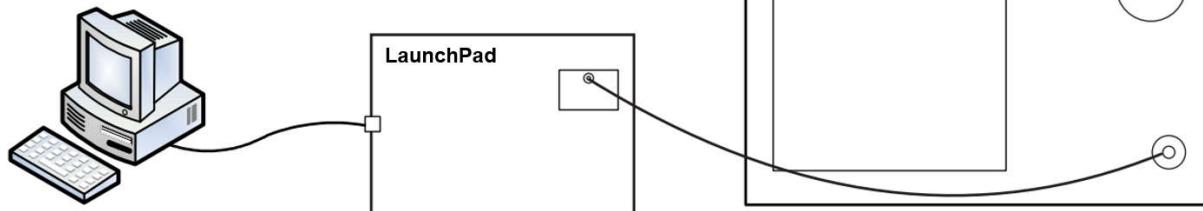
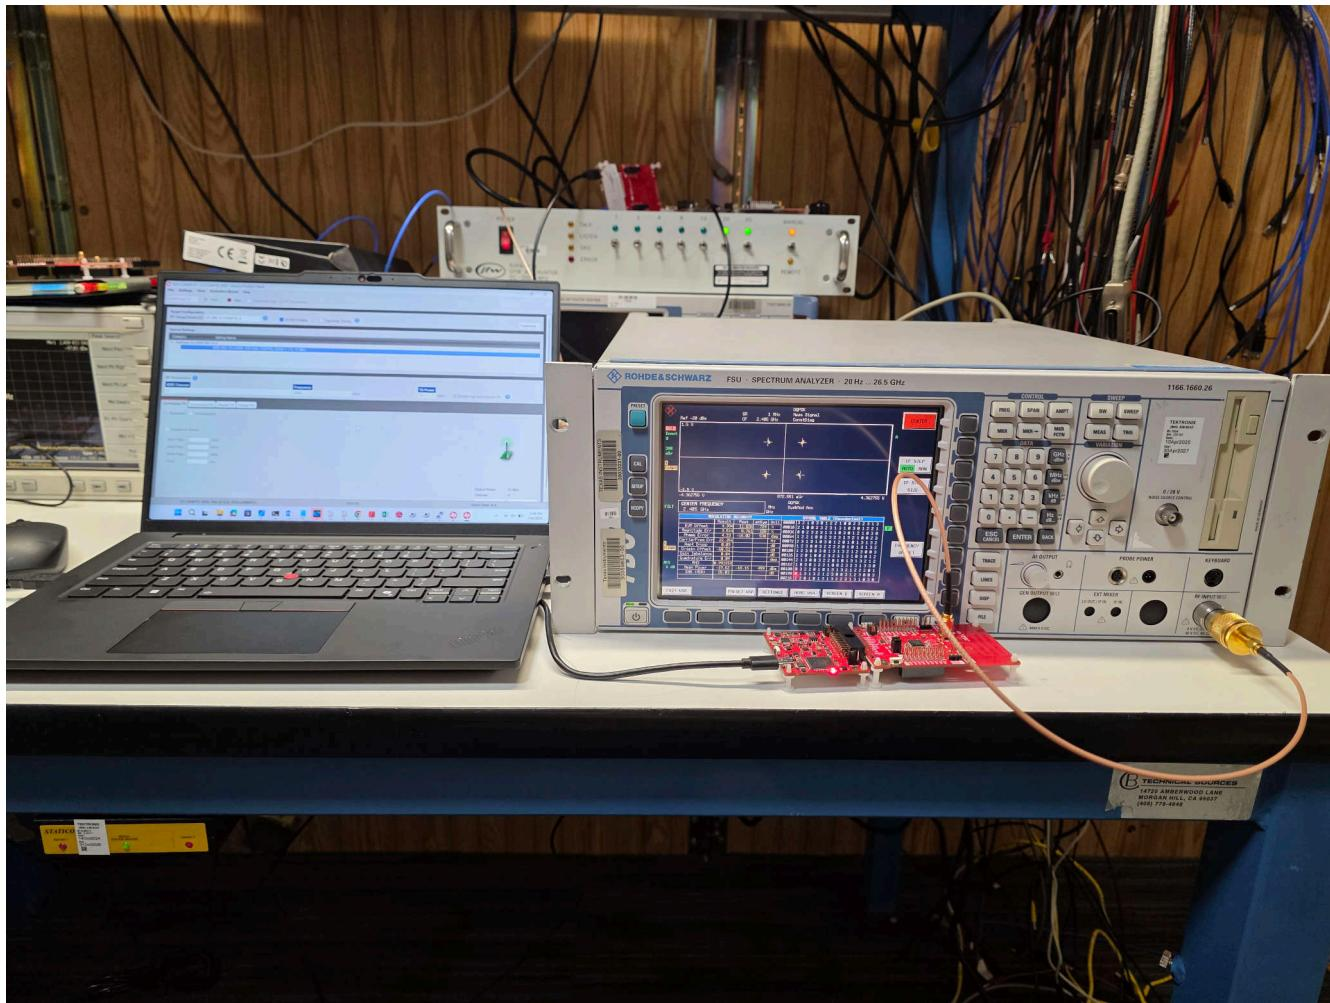
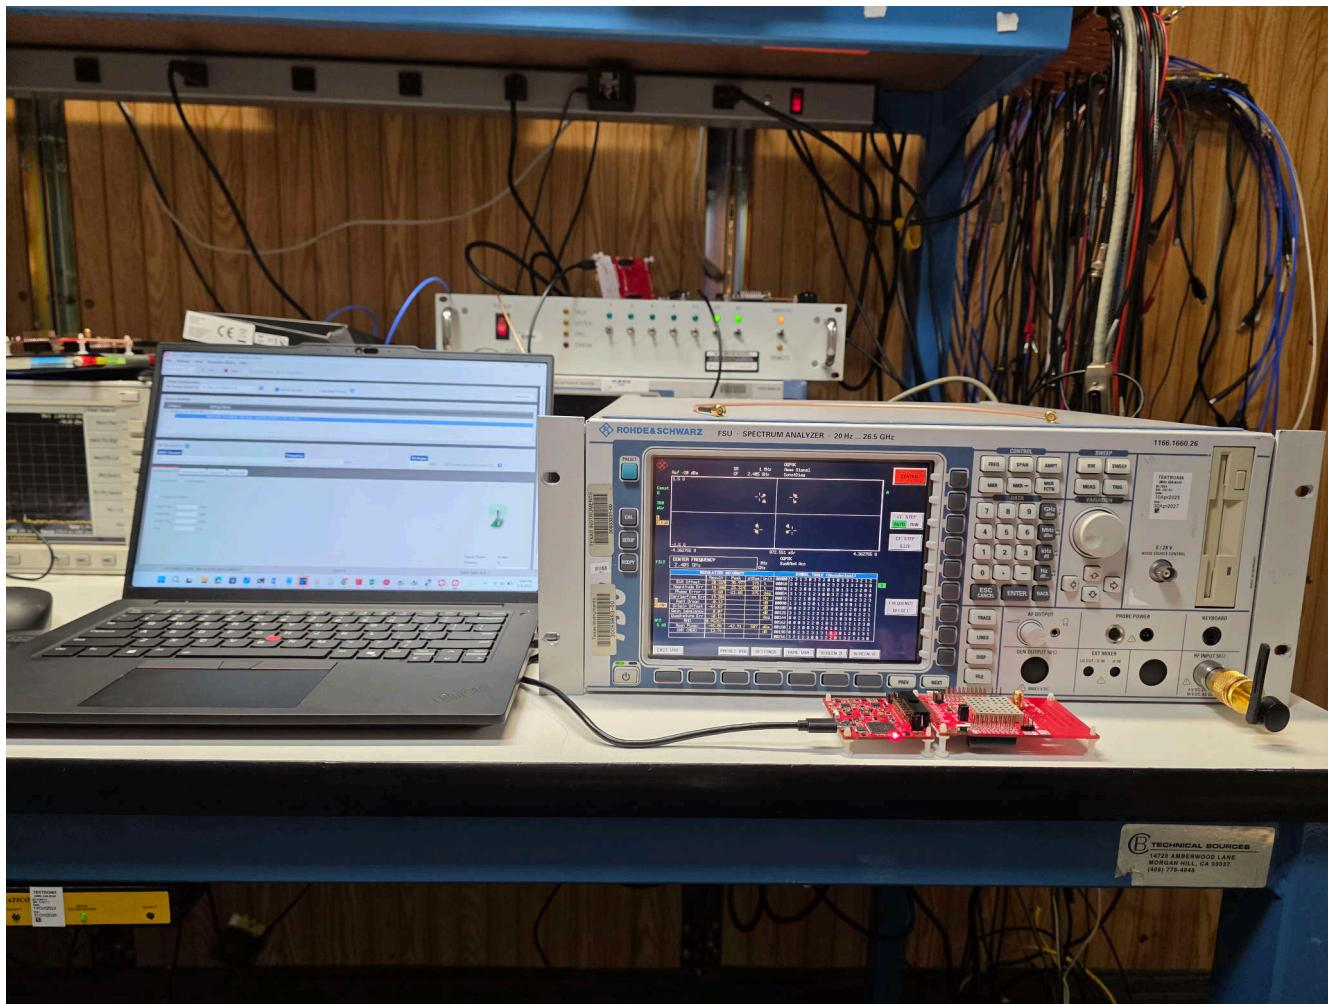

图 7-10. 误差矢量幅度测试设置示意图
图 7-11. 使用 SMA 连接器的误差矢量幅度测试工作台设置
图 7-12. 使用天线的误差矢量幅度测试工作台设置
测试环境： 图 7-10 展示了 EVM 测试的设置。图 7-10
- 第 1 步：如图 7-10 和图 7-11 所示连接仪器，或者如果使用天线，则参考图 7-12 进行连接。